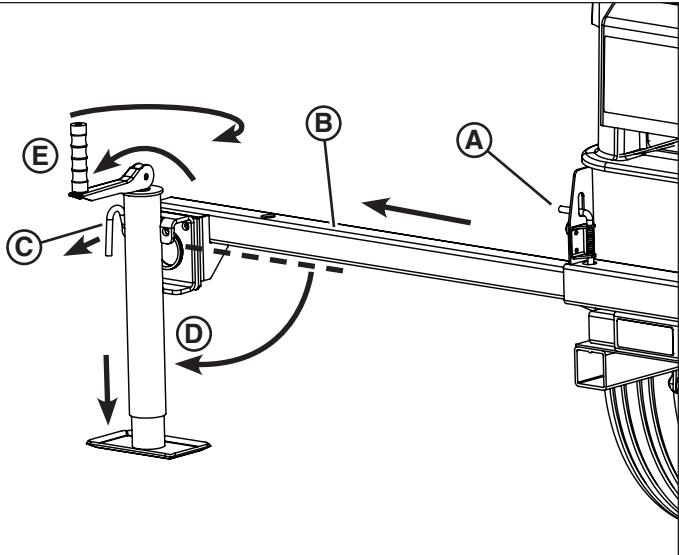

Figura 12
- a. Levante el pasador de bloqueo del balancín (**A**, Figura 12).
- b. Deslice el balancín (**B**, Figura 12) hacia afuera hasta que el pasador bloquee el balancín en la posición de funcionamiento.
- c. Tire del pasador de bloqueo del gato del estabilizador (**C**, Figura 12) que fija el gato del estabilizador en la posición de transporte, y gire el gato a la posición de funcionamiento (**D**). Asegúrese de que el pasador bloquee el gato del estabilizador en su lugar.
- d. Despliegue la manivela (**E**, Figura 12) del gato del estabilizador, y luego gire el gato en el sentido horario hasta que la pata de este quede colocada firmemente en la superficie del lugar de trabajo.